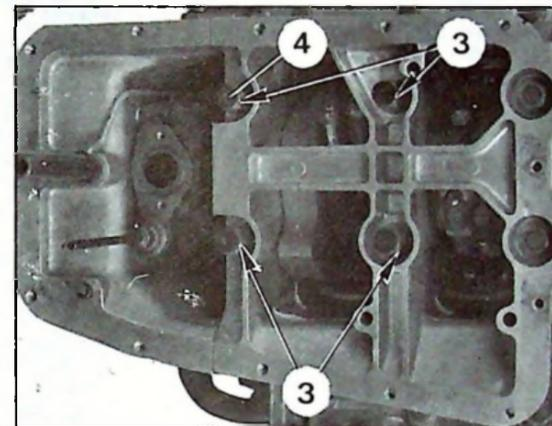
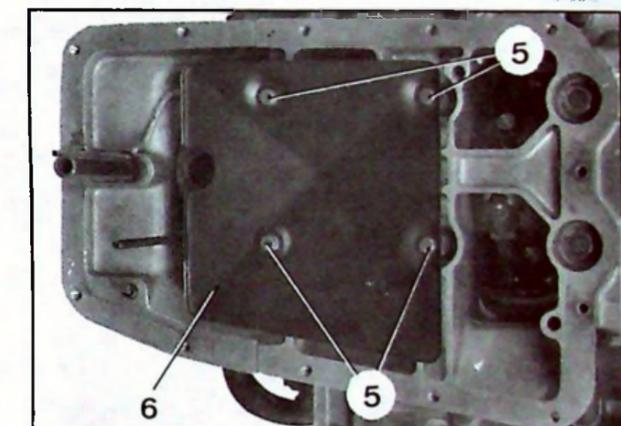

Figure 3
Figure 4
- Visser les quatre écrous doubles (3) (rondelle plate). Les serrer de 90 à 100 mAN ( 9 à 10 m.kg ) ( figure 3 ).
- Présenter le nouveau déflecteur (6) équipé de quatre vis (5) (rondelle plate)( figure 4) : sur chacune des vis (5) intercaler une entretoise caoutchouc (4) (figure 3) entre le déflecteur et l'écrou double (3) correspondant. Serrer modérément les vis (5).